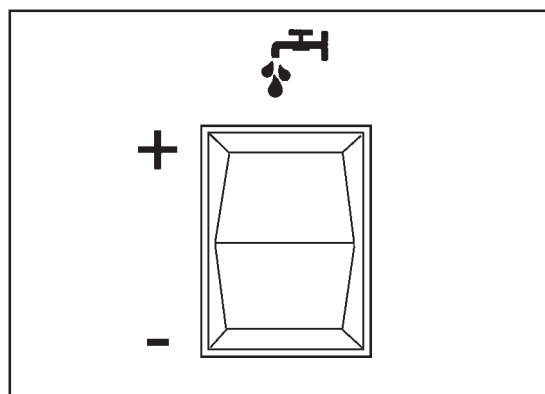
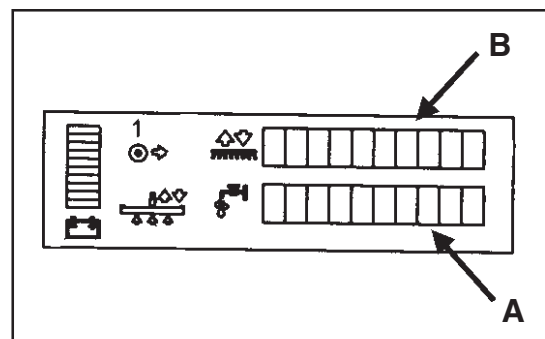
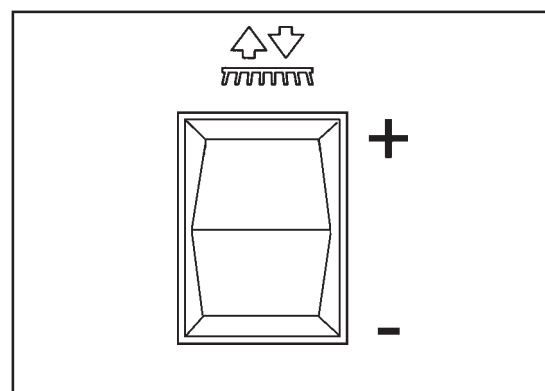

Figura 26
Figura 27
Figura 28
La solución se usa para aflojar y quitar la suciedad del piso. La cantidad de solución que se aplica se puede ajustar en cinco niveles diferentes para que se adapte a muchas condiciones de pisos diferentes. Estos niveles diferentes aparecen en la pantalla de cristal líquido ubicada en el frente de la máquina. Para ajustar la cantidad de solución a aplicar, use el Interruptor del flujo de solución (figura 26). **NOTA: Existen cinco configuraciones diferentes en la pantalla. Consulte la figura 27, A.**
1. Oprima el lado “+” del interruptor (figura 26).
1. Oprima el lado “-” del interruptor (figura 26).
Los cepillos se usan para agitar la solución, lo cual mejora el proceso de limpieza. La presión de cepillo que se aplica se puede ajustar en cinco niveles diferentes para que se adapte a muchas condiciones de pisos diferentes. Estos niveles diferentes aparecen en la pantalla de cristal líquido ubicada en el frente de la máquina (figura 27, B). Para ajustar la cantidad de presión de cepillo, use el Interruptor arriba/ abajo del cepillo (figura 28).
1. Presione el lado “+” del interruptor (figura 28).
1. Presione el lado “-” del interruptor (figura 28).